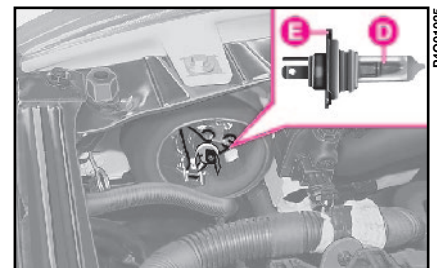

fig. 14
3) introduire la nouvelle lampe, en faisant correspondre les ailettes **E**-fig. 14 de la partie métallique avec les logements dans la parabole du phare;